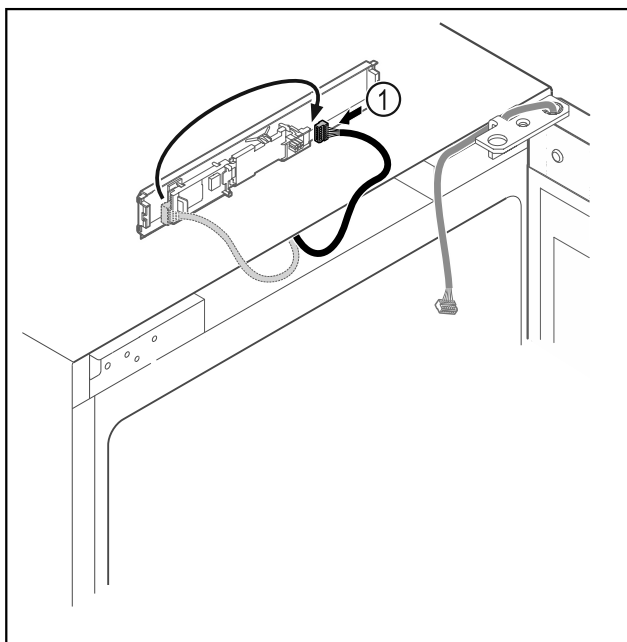

Fig. 8
- Přepojte zástrčku Fig. 8 (1) na desce.